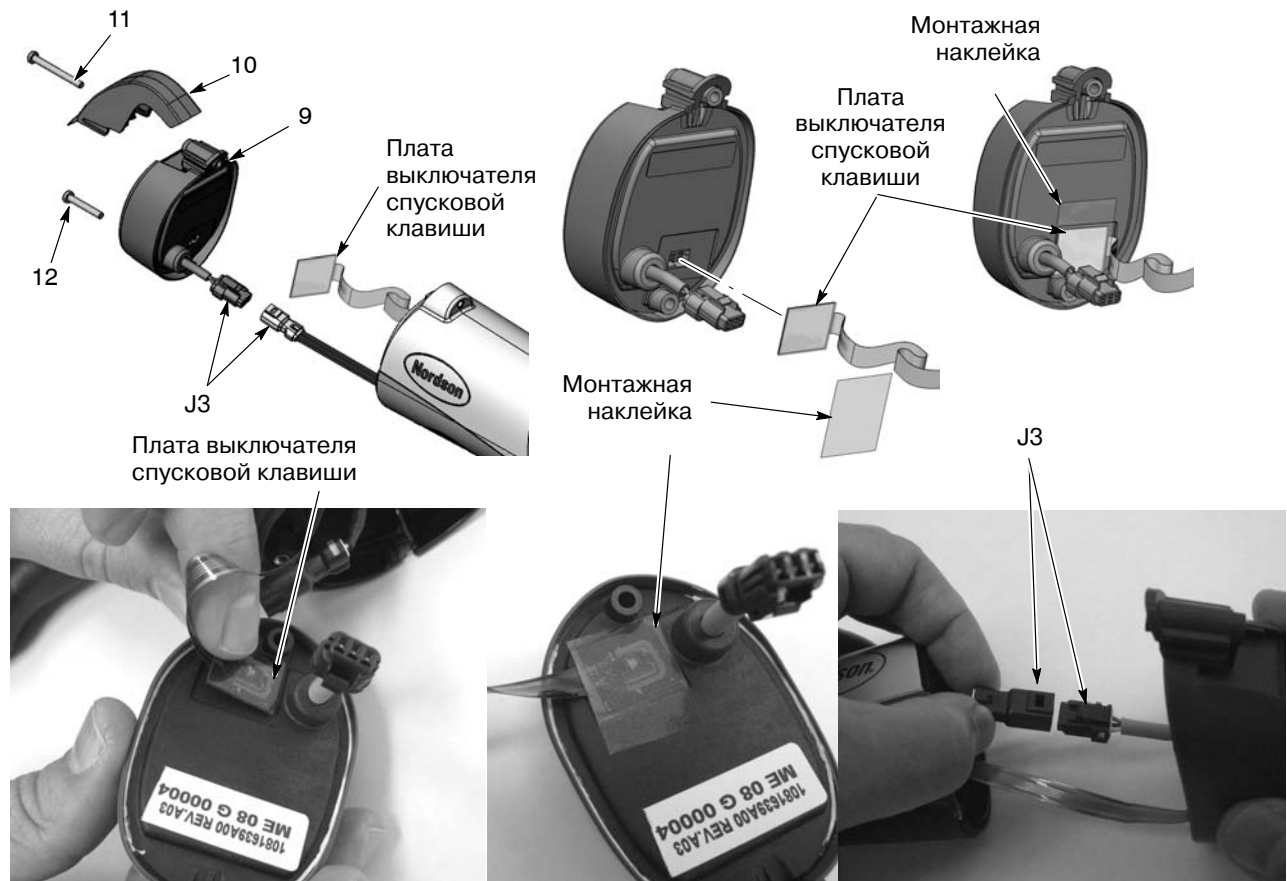

Рис. 5-1 Замена модуля дисплея
См. рис. 5-1, 5-3 и 5-4.
См. рис. 5-1 и 5-2.
1. См. рис. 5-1. Снять модуль дисплея, как описано под заголовком *Модуль дисплея, замена*.